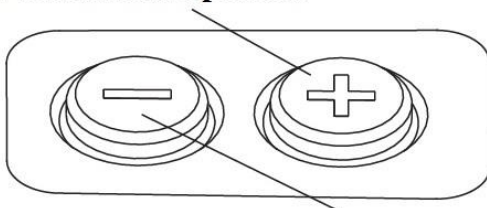

рис.4 Уменьшение яркости
1. **Включение** (Рис.4): Чтобы включить прицел, нажмите кнопку увеличения яркости "+" или кнопку уменьшения яркости "-".